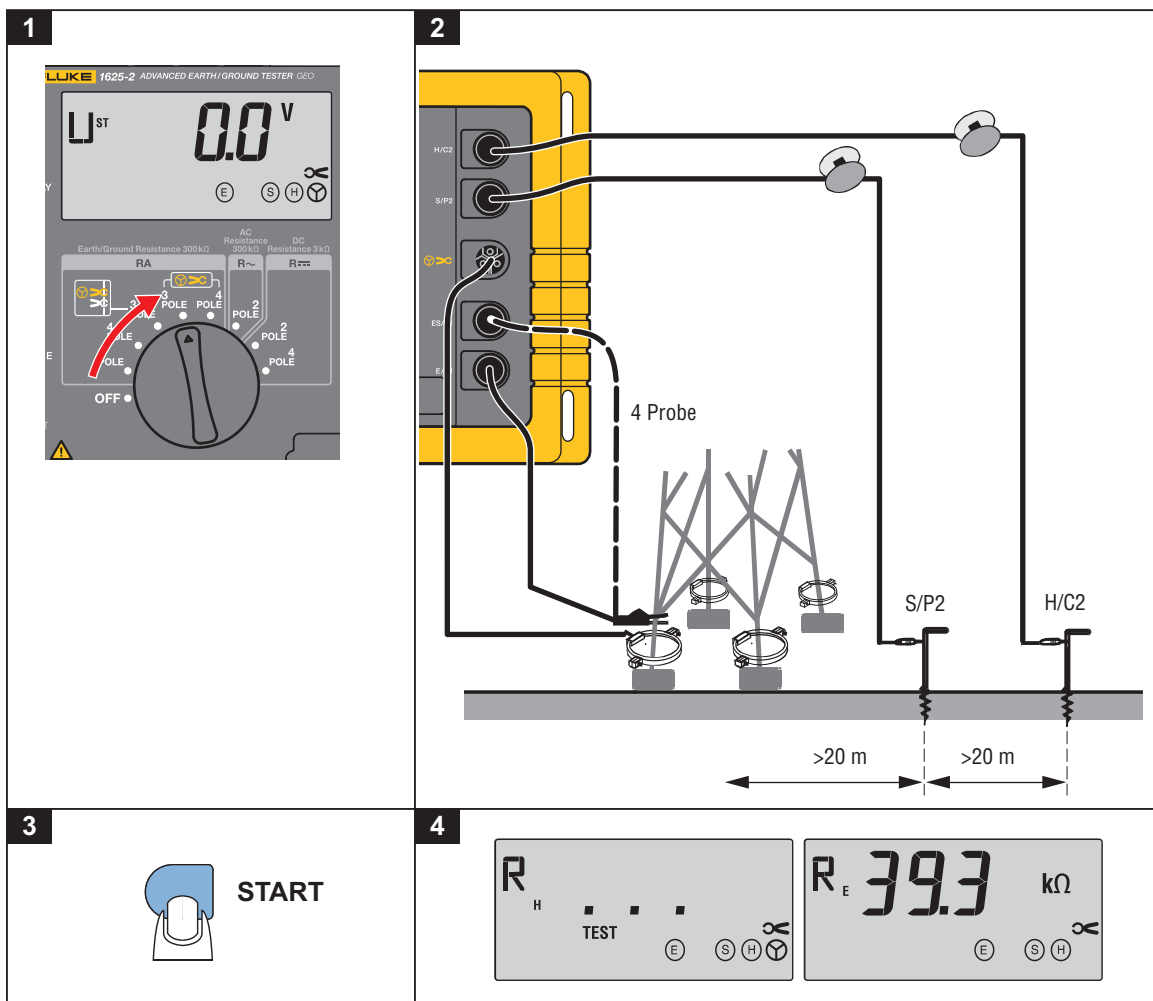

Abbildung 7. Erdungswiderstand ohne Abheben des Erdseils
Das neue, in diesem Messgerät angewendete Messverfahren mit einem externen Stromwandler zur Erfassung des tatsächlich durch den Erder fließenden Messstroms, erlaubt nun die Messung des Erderwiderstandes ohne Auftrennen des Erders von der Mastkonstruktion oder Abheben des Erdseils. Siehe Abbildung 7.
1. Den Zentralschalter in Position „>CR_E 3pole“ oder „>CR_E 4pole“ drehen. Messgerät gemäß Abbildung 7 und Meldungen im Display anschließen.